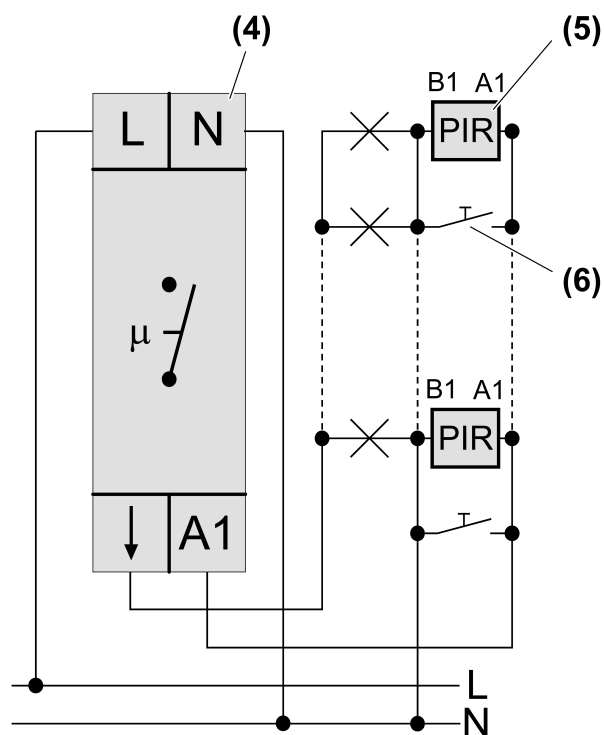
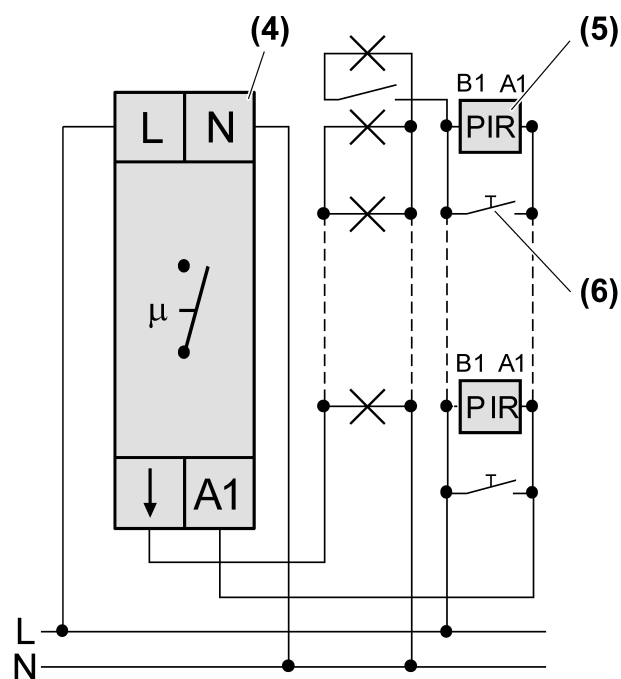
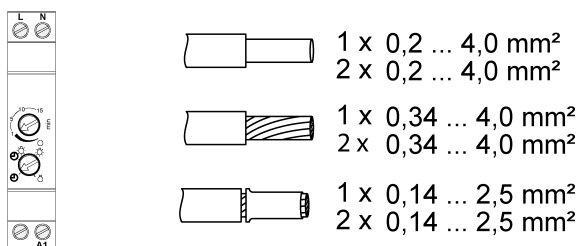
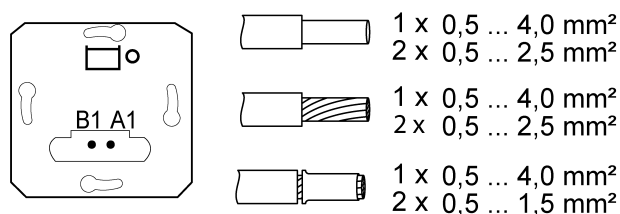

рисунок 2: Схема подключения 3-проводной линии
рисунок 3: Схема подключения 4-проводной линии
рисунок 4: Сечение провода автомата REG под клемму
рисунок 5: Сечение провода импульсной вставки под клемму
Автомат REG можно использовать для 3-проводной линии (рис. 2) или для 4-проводной линии (рис. 3). Преимущество 4-проводной линии заключается в возможности отдельного подключения дополнительного светильника.
- Необходимо соблюдать сечения проводов автомата REG (см. рисунок 4) и импульсной вставки (см. рисунок 5) под клемму.
- Смонтируйте автомат REG (4) на профильную монтажную шину.
- Подключите автомат REG (4), импульсную вставку (5) и кнопочный выключатель (6) согласно схеме подключения (рис. 2 или рис. 3).